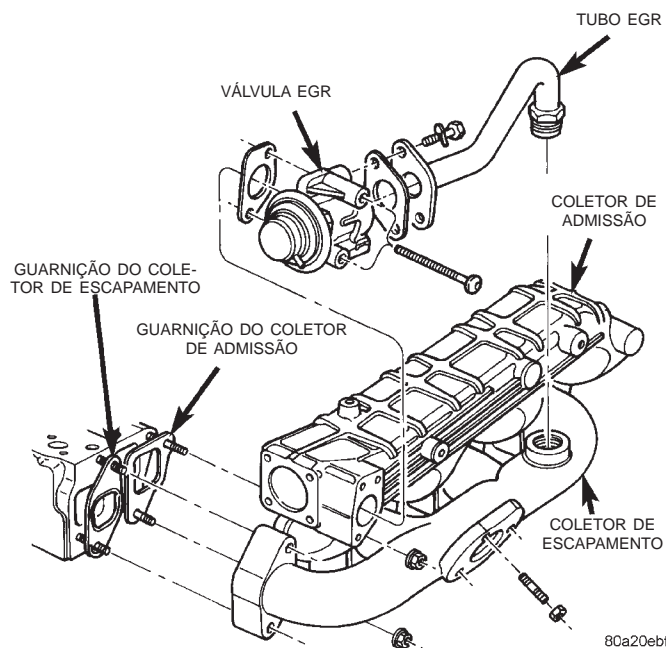

Fig. 2 Localização do Tubo e da Válvula EGR
- Um conjunto de válvula EGR. A válvula está localizada atrás do coletor de admissão (Fig. 2).
- Um tubo EGR (Fig. 2) conectando uma passagem na válvula EGR à parte traseira do coletor do escapamento.
- (1) Remova a mangueira de borracha do turboalimentador ao tubo de metal.
- (2) Desconecte a linha de vácuo na conexão de alimentação de vácuo da válvula EGR (Fig. 2).
- (3) Solte a conexão do tubo na extremidade do coletor de escapamento do tubo EGR (Fig. 2).
- (4) Remova os dois parafusos que prendem o tubo EGR à lateral da válvula EGR. (Fig. 2).
- (5) Remova os dois parafusos de montagem da válvula EGR (Fig. 2) e remova a válvula EGR.
- (6) Descarte ambas as guarnições de montagem EGR antigas.
O tubo EGR conecta a válvula EGR à parte traseira do coletor de escapeamento (Fig. 2).
- (2) Remova os dois parafusos de montagem do tubo EGR na extremidade do tubo da válvula EGR. (Fig. 2).
- (3) Solte a conexão na extremidade do tubo do coletor de escapeamento (Fig. 2).
- (4) Remova o tubo EGR e descarte a guarnição antiga.
- (5) Limpe as superfícies de contato da guarnição e as superfícies da guarnição do flange do tubo EGR.
- (6) Verifique se há sinais de vazamento ou superfícies rachadas nas extremidades do tubo, do coletor de escapeamento e da válvula EGR.